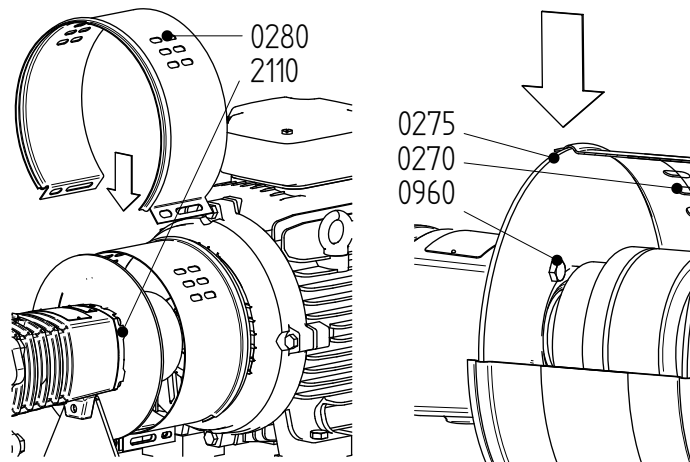

Figura 11: Montare la camicia di protezione sul lato della pompa.
- 6 Svitare le viti (0940) e rimuovere la piastra di montaggio (0275) dal coperchio cuscinetto (2110). Vedere il figura 11.
- 4 Montare la piastra di montaggio (0275) sul coperchio cuscinetto (2110) con viti (0940). Vedere il figura 11.